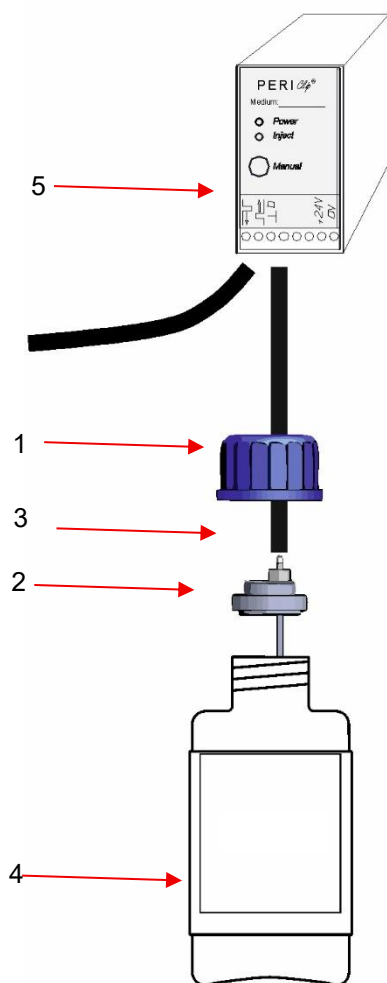

Figure 17
1. Enlever les obturateurs des passe-câbles correspondants (voir figure 17).
Insérez le flacon de réactif A comme suit. Consultez la Figure 17.